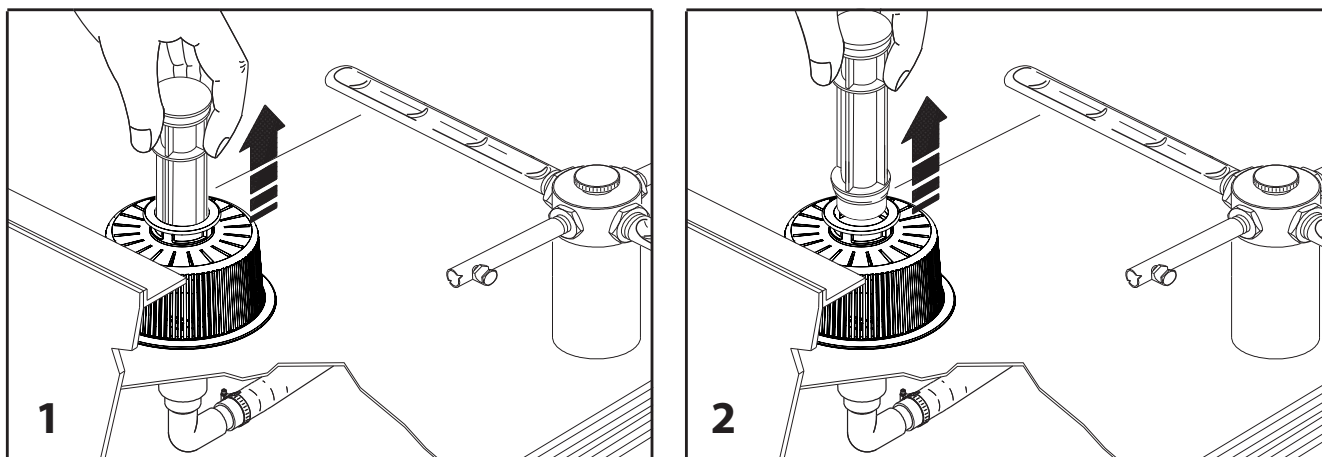

Fig. 16
5. Retire o tubo de transbordamento (fig. 16)